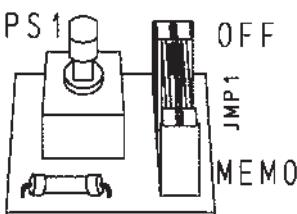

Fig. 3B
7. Remettre le JMP1 de la centrale électronique de commande Elvox (voir Fig. 3B) sur "OFF".